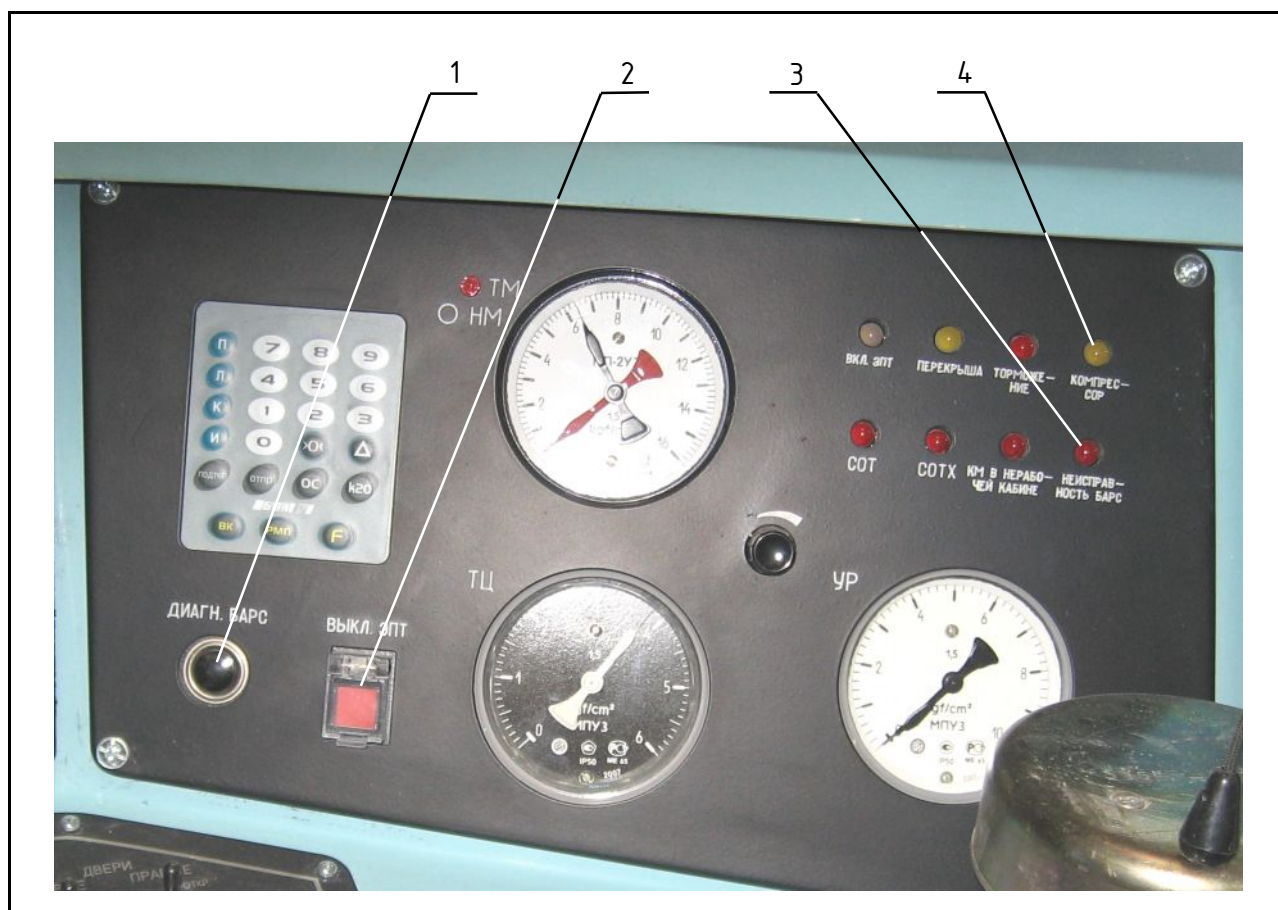

Рисунок 4.42 – Панель индикации ЭПТ
- выключает светодиод «Работа компрессора» (рисунок 4.42, позиция 4);
4.11.1 Диагностика системы БАРС выполняется только при отсутствии скорости движения и при наличии давления в тормозных цилиндрах. При невыполнении этих условий и при нажатии на кнопку «ДИАГНОСТИКА БАРС» (рисунок 4.42, позиция 1) в кабине управления, СКУТС не производит диагностики.